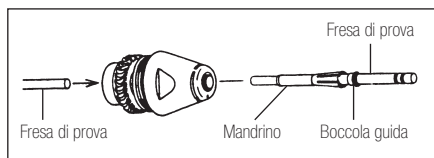

Fig.12
3) Allentare il dado del rotore. Quindi, estrarre con cura il mandrino con la fresa di prova o il manico della fresa agendo dal retro della cartuccia: la boccia guida e il mandrino si staccheranno (Fig. 12).